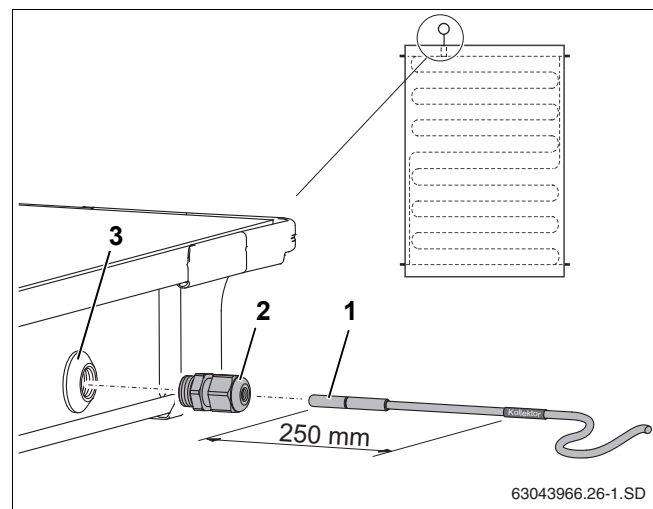

Рис. 51 Установка датчика в коллектор
Для исправной работы солнечной установки необходимо, чтобы коллекторный датчик (рис. 51, [1]) был вставлен в установочную трубку до упора (примерно на 250 мм).
- ▶ Проткните датчиком или отверткой уплотнительный слой в гильзе (рис. 51, [3]).
- ▶ Заверните зажимную втулку (рис. 51, [2]) в гильзу.
- ▶ Затяните зажимную втулку (рис. 51, [2]), удерживая от сворачивания.
Если Вы проткнули гильзу (рис. 51, [3]) не в том коллекторе, в котором нужно, то ее нужно плотно закрыть заглушкой из комплекта для подключения. Но прежде нужно, используя резьбовую втулку (рис. 51, [2]), удалить находящуюся в гильзе гайку.